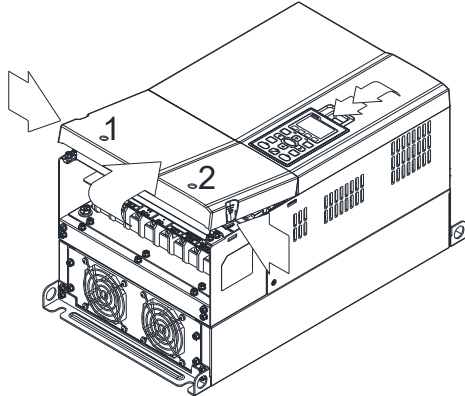

图 1
1. (如图 1) 松开螺丝 1、2 后, 再按压两侧卡勾 (如图中 1 箭头指示), 移除上盖。按压数字操作器上方, 拆下数字操作器。